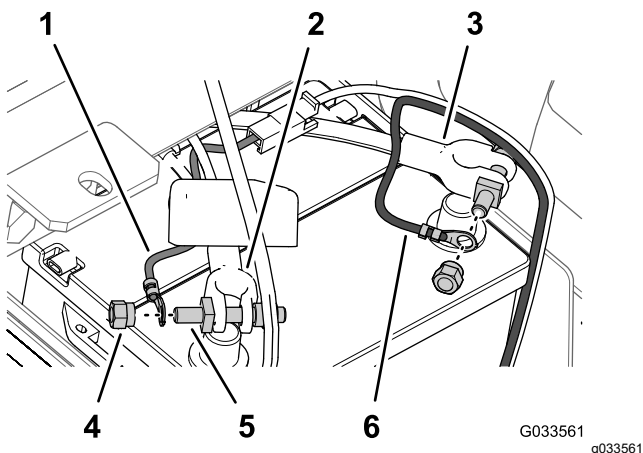

Figura 29
6. Fixezi borna inelară a siguranei fuzibile (cablajul pulverizatorului) la suportul urubului de bornă pe care l-ai asamblat la cablul pozitiv al bateriei cu o piuliă de strângere (Figura 29).
7. Fixai borna inelară a cablului negativ (negru – cablajul pulverizatorului) la suportul urubului de bornă pe care l-ai asamblat la cablul negativ al bateriei cu o piuliță de strângere (Figura 29).